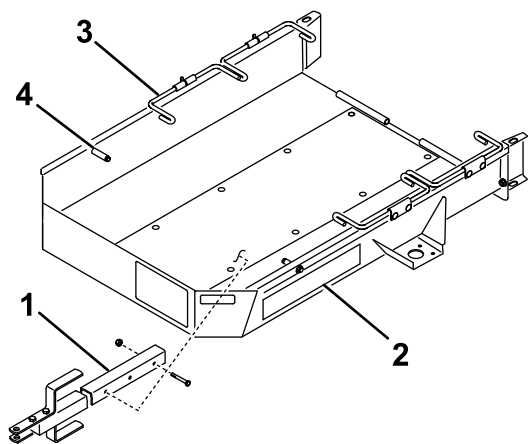

图2
4. 使用 2 个螺栓 $\frac{3}{8} \times 2\frac{3}{4}$ 英寸和 2 个锁紧螺母将牵引杆总成安装到拖车底板下方的安装支架上 图2。
4. 将油门移至最低位置**缓慢地**将机器开到拖车上直至行走轮接触到拖车止动装置图2。
6. 将第一组车轮杆向下旋转到行走轮的后面图2。